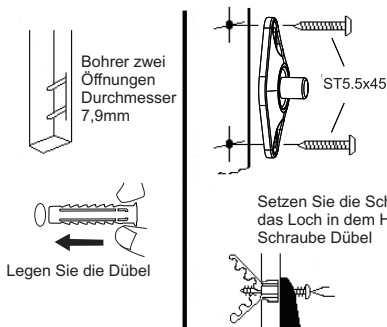

Abbildung 8
- Bohren Sie die Löcher mit einem Bohrer mit einem Durchmesser von 7,9mm (Abbildung 8).
- In den Bohrungen, legen Sie die 8x40mm Dübeln eingeschlossen. Stellen Sie sicher, dass die Stifte in der Wand in einer solchen Art und Weise angeordnet sind, wie nicht von der Wand herausragen (Abbildung 8).
- Bringen Sie den Griff mit selbstbohrenden Schrauben 5,5x45 (Abbildung 8).